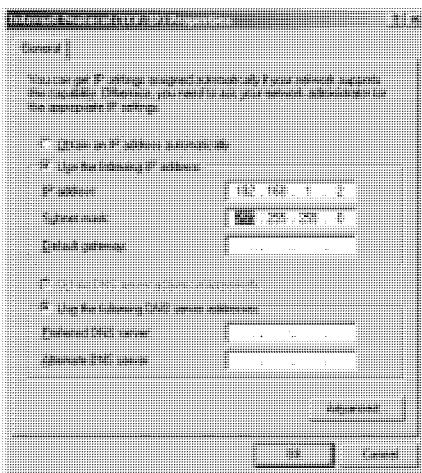

Рис. 6. Окно свойств протокола Интернета (TCP/IP)
6. Установите переключатель *Use the following IP Address* (*Использовать следующий IP-адрес*) и введите параметры, показанные на рис. 6.